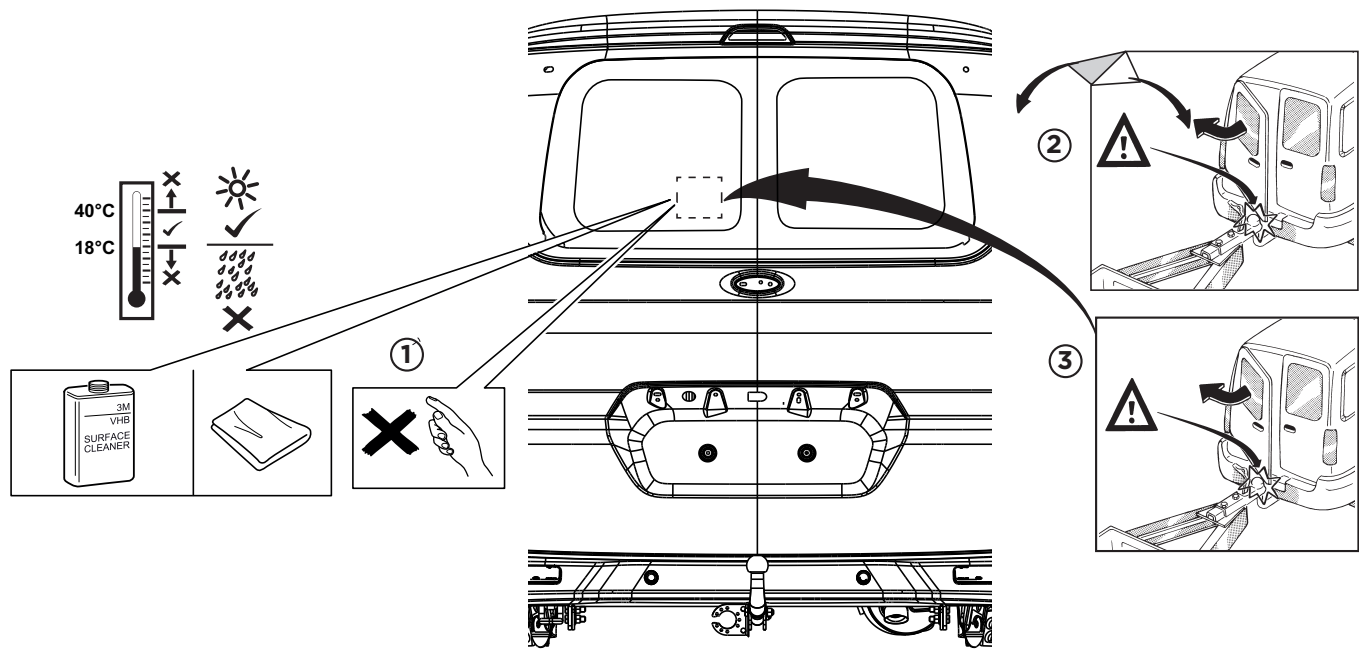

Fig. 1
7. Приклейте наклейку как показано на рис. 1.